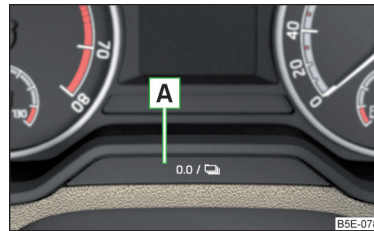

Abb. 43
› Die Taste **A** » Abb. 43 auf Seite 54 antippen.
- › Die Taste **A** » Abb. 43 gedrückt halten, bis im Display der Menüpunkt **Uhrzeit** angezeigt wird.